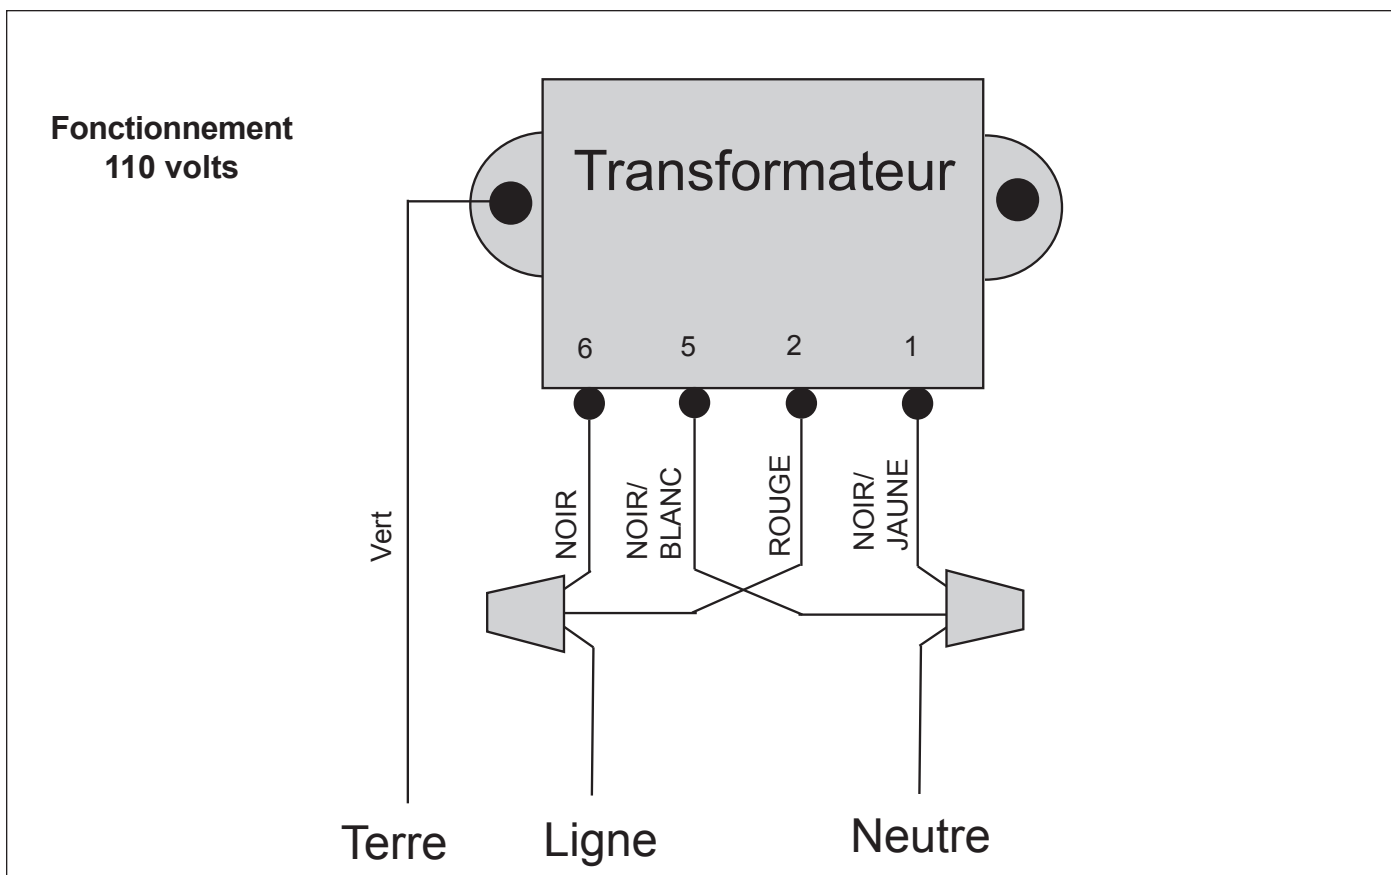

Figure 5. Câblage modifié des modèles K-1100, K-2300 et LEV110CK/2G pour un fonctionnement en 110 volts
2. Connectez le fil rouge avec le fil noir et connectez-le au côté ligne de l'alimentation Voir la Figure 5.
3. Connectez le fil noir/blanc avec le fil noir/jaune et connectez-le au côté neutre de l'alimentation Voir la Figure 5.